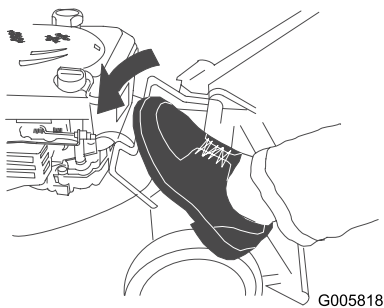

Figura 45
2. Pise la palanca de liberación del manillar (Figura 45).